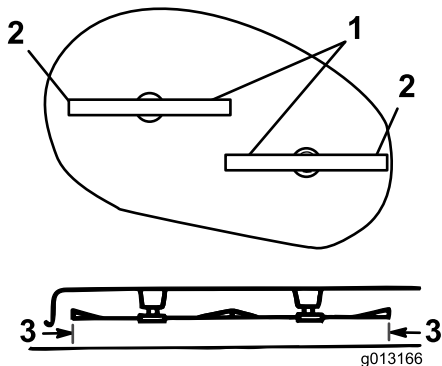

Figura 45
1. Ruotate con cautela le lame da un lato all'altro (Figura 45).
2. Misurate la distanza tra i taglienti esterni e la superficie piatta (Figura 45). Verificate che le misurazioni siano entro i 3 mm l'una dall'altra, altrimenti passate alla fase successiva.
4. Sollevate o abbassate il lato destro della scocca del tosaerba ruotando i dadi in modo che la distanza dai bordi esterni delle lame alla superficie piatta (Figura 45) rientri nei 3 mm e serrate i dadi sui tiranti regolabili anteriori e posteriori.